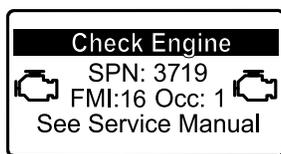

Рисунок 41
- Если требуется регенерация с парковкой, инфо-центр отображает предупреждение по двигателю SPN 3719, FMI 16 (Рисунок 41) и компьютер двигателя снижает его мощность до 85%.